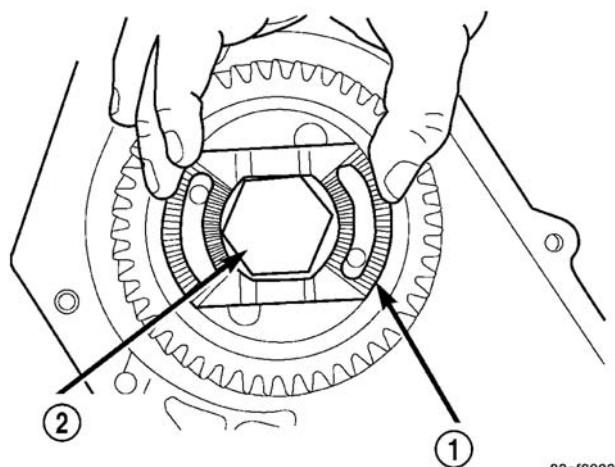

图 108 安装 U 形夹
(18) 安装输出齿轮 U 形夹, 带齿的一侧朝外(图 108)。